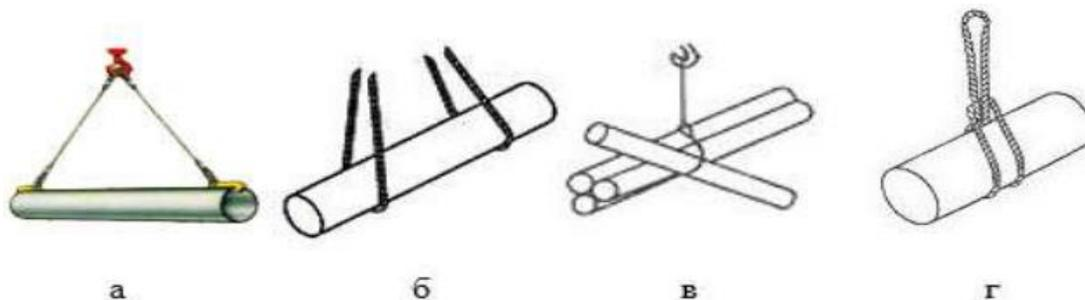

Рисунок 1 - Схема строповок
- выбрать правильную схему строповки из 4 предложенных схем (Рис.1);
-схемы строповок Рис.1